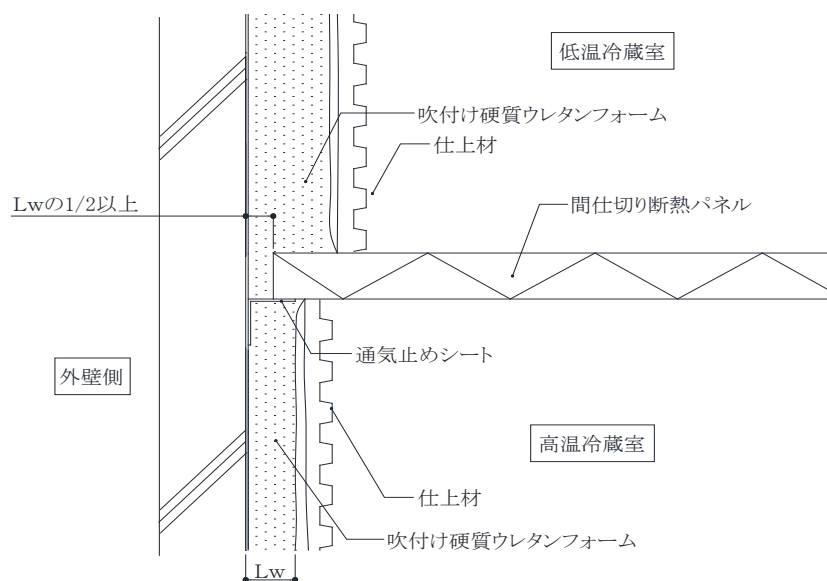

図 A-11 断熱パネルを使用した場合の施工例
2) 断熱パネルで間仕切り壁を構成する場合は、次の方法とする。(図 A-11)